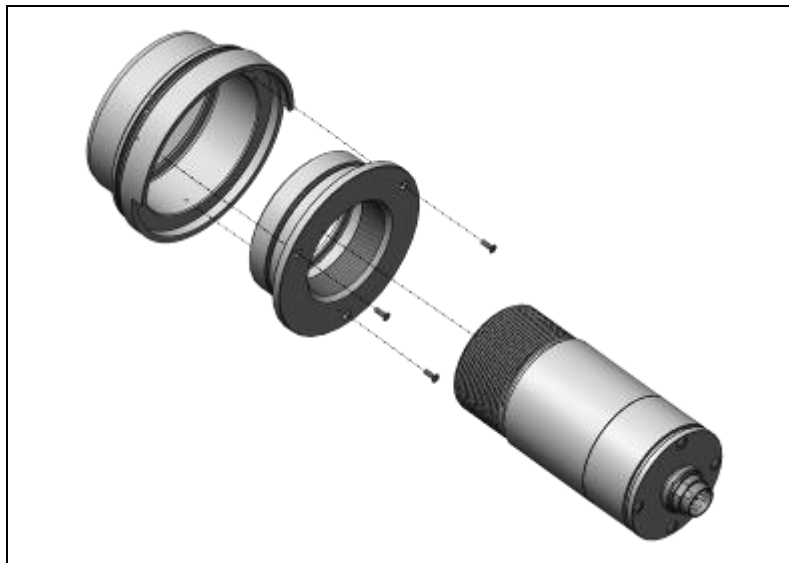

Abbildung 21: Einbau CTlaser, CSLaser, CTvideo, CSvideo
1. Montieren Sie das Videopyrometer oder Infrarot-Thermometer über das Gewinde (M48x1.5) in den Frontaufsatz (siehe **Abbildung 21**) und setzen diesen zusammen mit dem Gerät in das Chassis (**Abbildung 36**).